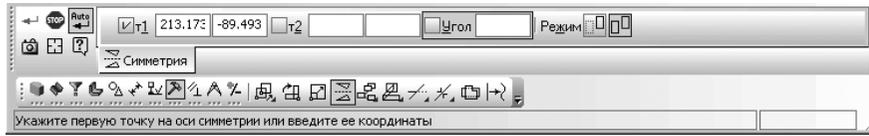

Рис. 3.42. Фрагмент главного окна системы: **Панель свойств: Симметрия, Компактная панель и Строка сообщений**
- щелкните в главном меню по пункту **Редактор**, а затем в выпадающем меню по пункту **Симметрия**. Или щелкните в **Компактной панели** по кнопке переключателю **Редактирование**, а затем на появившейся панели инструментов по кнопке **Симметрия**. В обоих случаях появится **Панель свойств: Симметрия**, показанная на рис. 3.42.